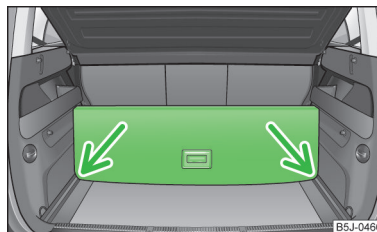

Fig. 50
- Ridicați partea cu suportul și asigurați-o prin introducerea ei în canelurile marcate cu săgeți » fig. 50.